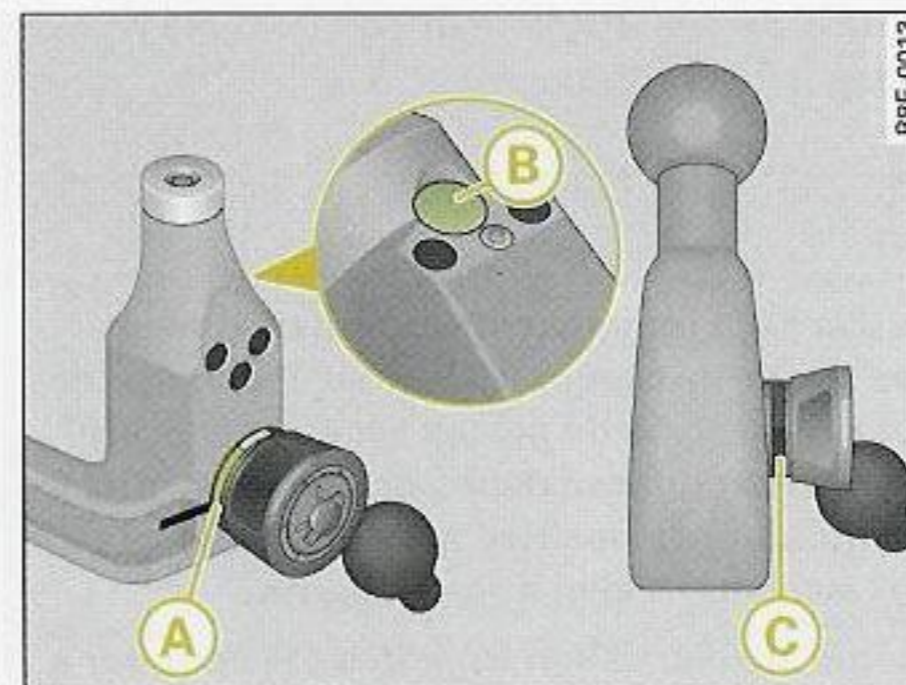

Fig. 213 Dispositivo desmontable para remolque: Rótula
- Compruebe si la marca roja **A** ⇒ fig. 213 de la rueda moleteada se encuentra en la zona negra de la rótula.